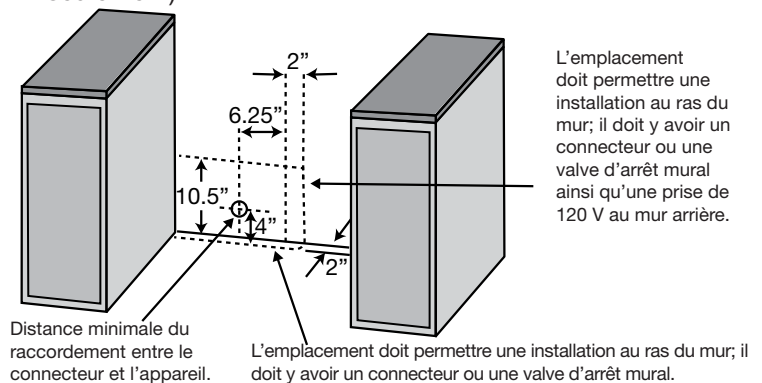

Figure 2
- La sortie d'alimentation en gaz doit être située près de l'ouverture de l'appareil (voir la figure 2; cuisinières seulement).